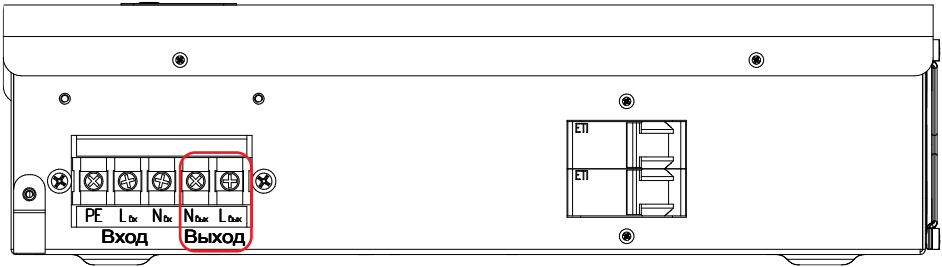

Рисунок 35. Стабилизатор ШТИЛЬ IS5000. Выводы «Выход N-L»
- у моделей IS5000 и IS7000 к выводам «Выход N-L» (**рисунок 35 и 36**);